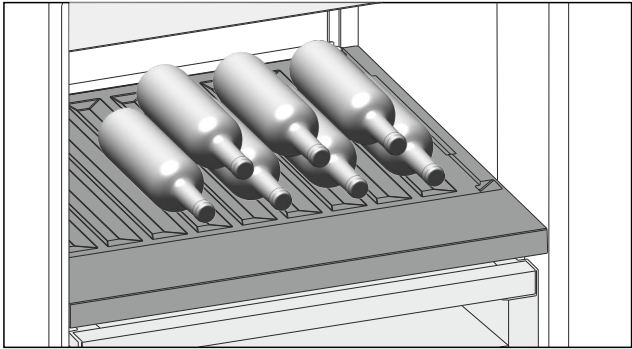

Fig. 131
- ▶ 将瓶底向后对着后壁放入瓶子。[参见 Fig. 131]